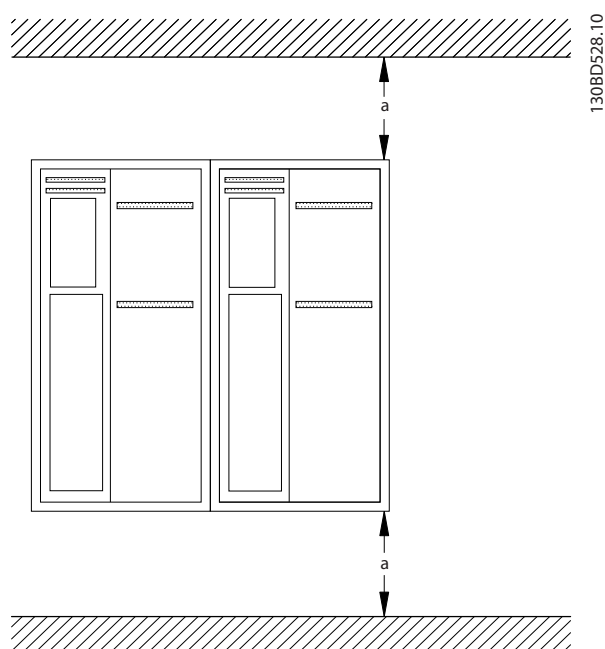

Abbildung 3.2 Abstand zur Kühlluftzirkulation oben und unten
- Sehen Sie über und unter dem Frequenzumrichter zur Luftzirkulation einen ausreichenden Abstand vor. Die Abstandsanforderungen finden Sie unter *Abbildung 3.2*.